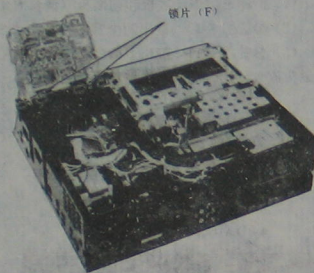

图 1-14 拆卸定时器电路板
(4) 参看图 1-14, 抓住两个锁片(F)向外拉, 就可拆卸下定时器电路板。